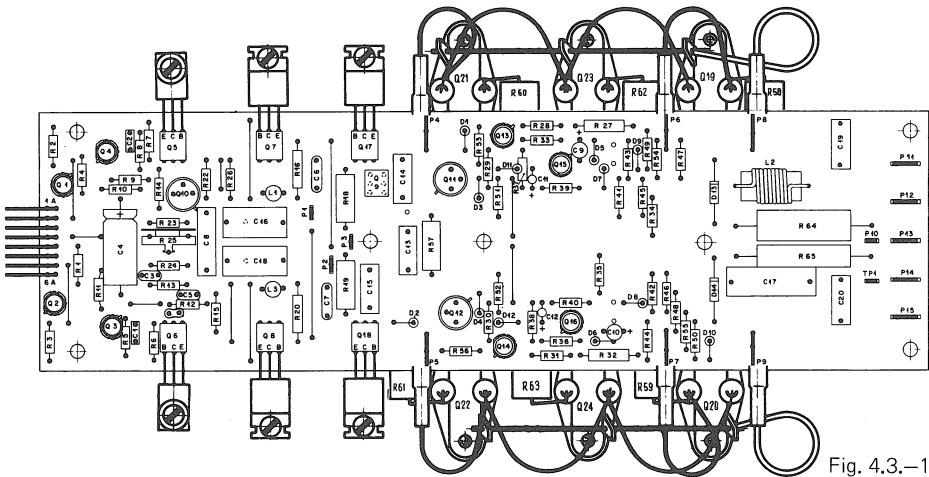

Fig. 4.3.-1
4.3 Bubestrom-Einstellungen (Fig. 4.3.-1)